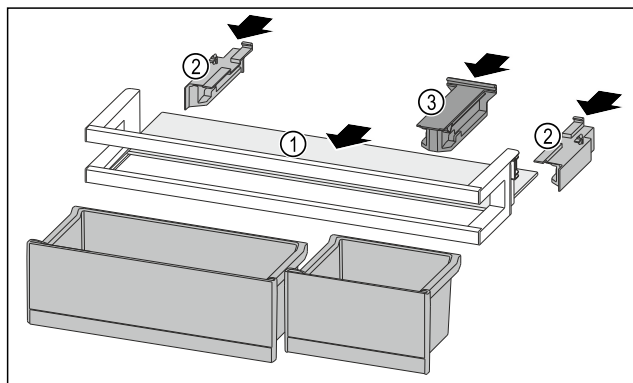

Fig. 245
- ▶ Umetnite policu Fig. 245 (1) u bočna udubljenja.
- ▶ Umetnite bočne dijelove Fig. 245 (2).
- ▶ Umetnite pridržni dio Fig. 245 (3).